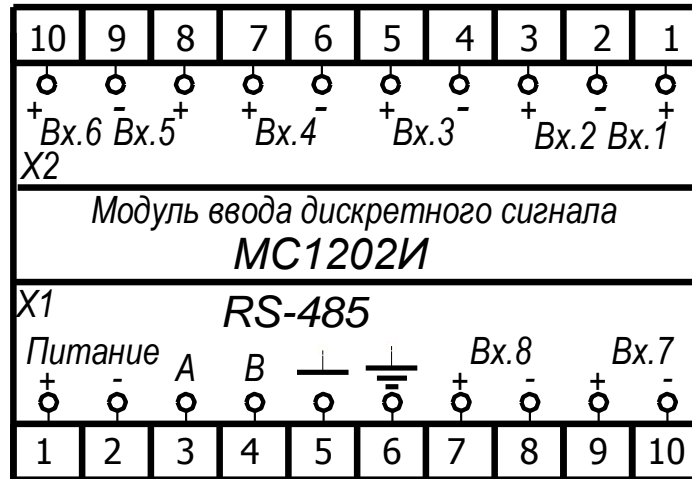

Рисунок 3 – Расположение контактов МС
- внешние соединения следует выполнять согласно схеме подключения, рисунок 3.